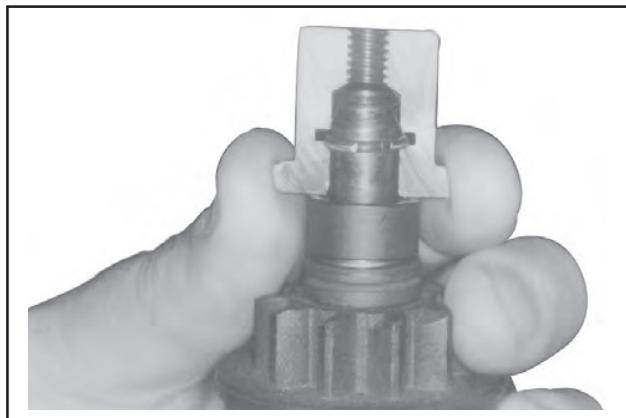

Abbildung 8-36. Montage der inneren Hälften des Werkzeugs um die Ankerwelle und Halterung.
4. Den Federhaltering in zurückgezogener Position halten und die inneren Hälften des Demontagewerkzeugs um die Ankerwelle montieren. Dabei sollte sich der Haltering in der inneren Aussparung befinden (siehe Abbildung 8-36). Den Teller über die inneren Hälften rutschen lassen, um diese in Position zu halten.